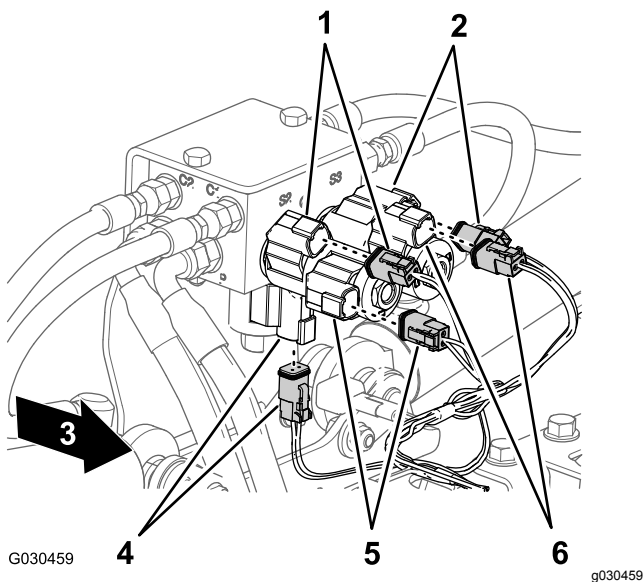

図 26
5. 機体後部で、昇降シリンダマニホルド用の2ソケットコネクタ 図 26を、以下のように外す